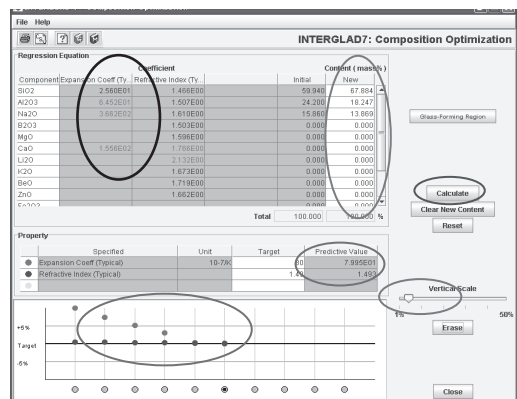

図5 組成最適化の操作と結果
性に対する各成分の重回帰係数：①と、2特性の目標値の入力欄：②が現れる。目標値を入力し、[Calculate]により現れる予測値と目標値との差を見易くした下部のグラフを見ながら、各成分の各特性への影響（係数）を考慮して成分量を少しずつ変えて目標値に近づける：図5。